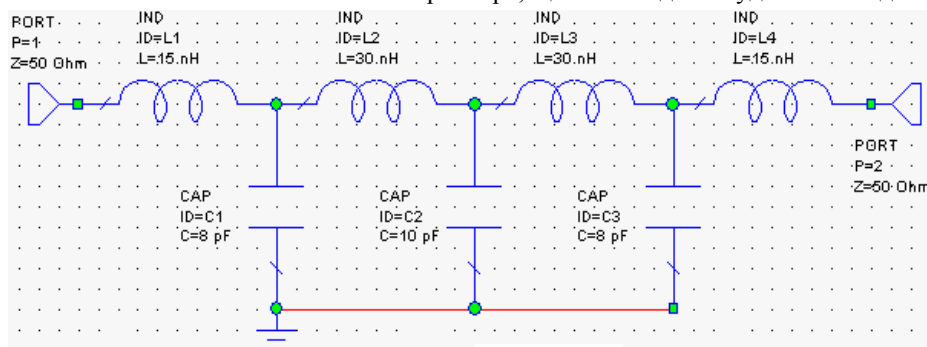

Рис. 3.10
2. На вкладке **Parameters** этого окна в текстовое поле, расположенное в столбце **Value** (Значение) напротив значения индуктивности (**L**), введите **15** и нажмите **OK**. Изменение будет отражено на схеме (рис. 3.10). Альтернативно, можно дважды щёлкнуть левой кнопкой мышки по значению параметра в схеме (в данном случае по параметру **L=1 nH** индуктивности **ID=L1**). Откроется поле редактирования, которое позволяет изменить значение параметра непосредственно в схеме. Изменив значение параметра, щёлкните где-нибудь на свободном месте в окне схемы.